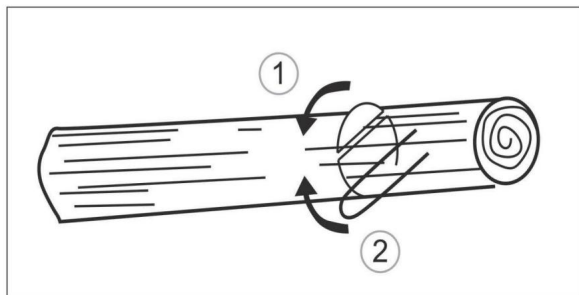

Fig. 22
3. Om stammen stöds i båda ändar, skär först $\frac{1}{3}$ uppifrån av stammens diameter för att undvika sprickning. Avsluta sedan snittet underifrån så att den sammanfaller med det första snittet, vilket undviker att fastnar (fig. 22).